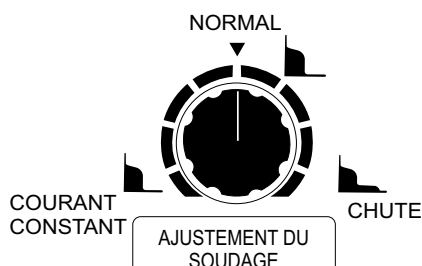

**Figure 35. Bouton de commande du régulateur de soudage**
- Régler le bouton de contrôle de la régulation de soudage (Figure 35) sur le réglage souhaité.